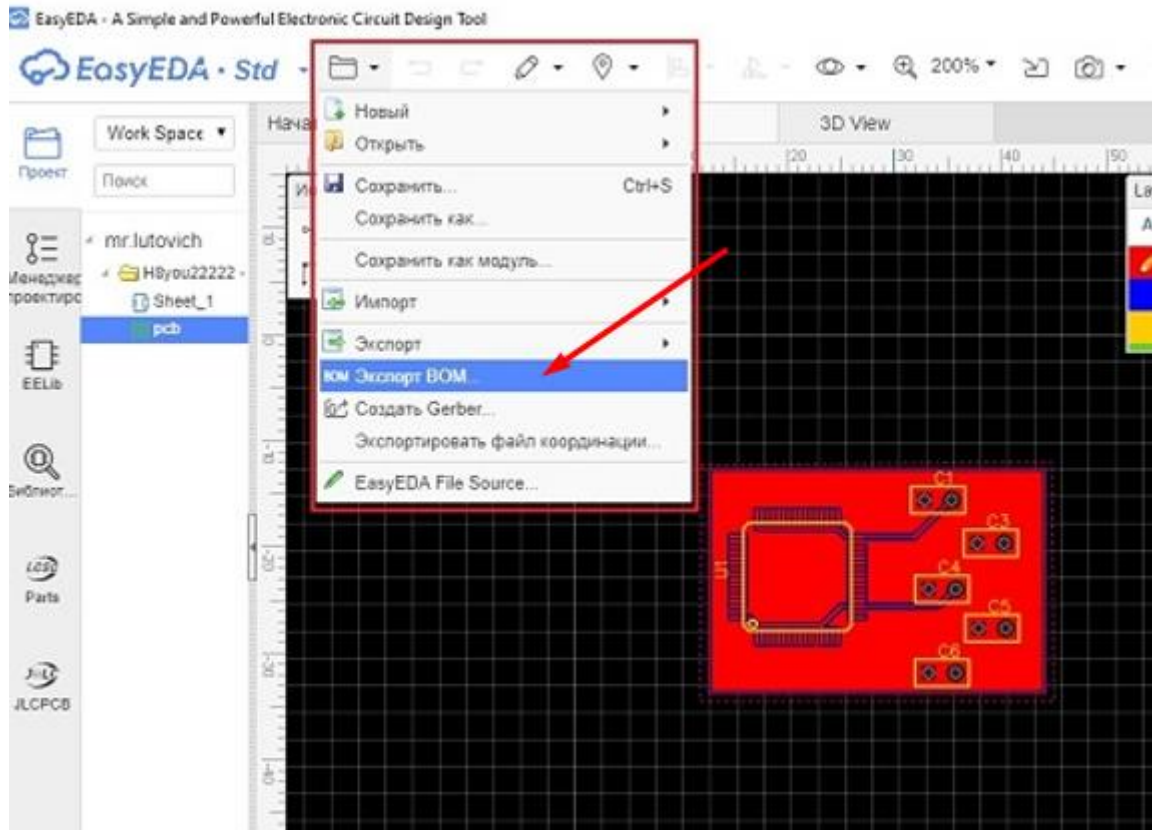

Рис.5.24 Создание спецификации материалов (BOM)
8. Создание спецификации материалов печатной платы (Рис.5.24).